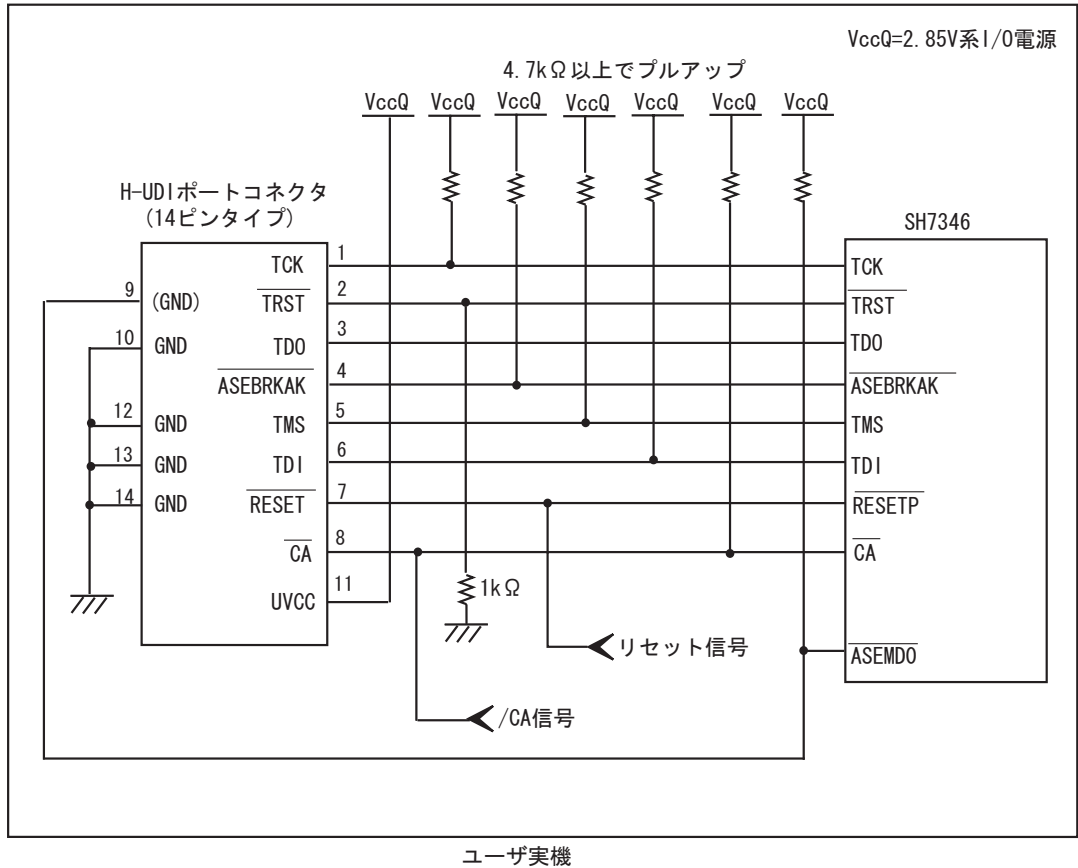

図 1.4 E10A-USB 使用時の H-UDI ポートコネクタ - チップ間の推奨接続例 (14 ピンタイプ UVCC 接続時)
- 図 1.4 推奨接続例で回路を組んだ場合の E10A-USB エミュレータのスイッチ設定: SW2=1, SW3=1